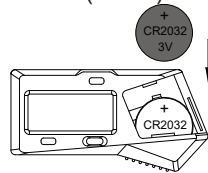

Abb.2
- Legen Sie die CR2032-Batterie in das Batteriefach ein, die positive Seite der Batterie (+) sollte nach außen zeigen (Abb.2).